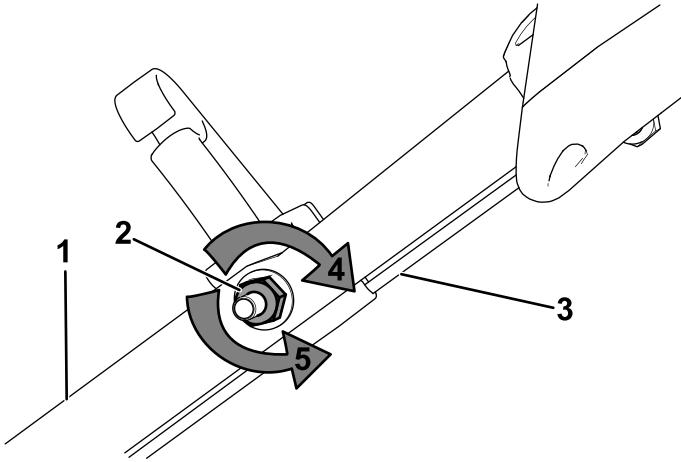

Figura 31
1. Girate il dado di regolazione in senso antiorario per allentare la regolazione del cavo (Figura 31).
2. Regolate la tensione del cavo (Figura 31) tirandolo indietro o spingendolo in avanti e mantenendo quella posizione.